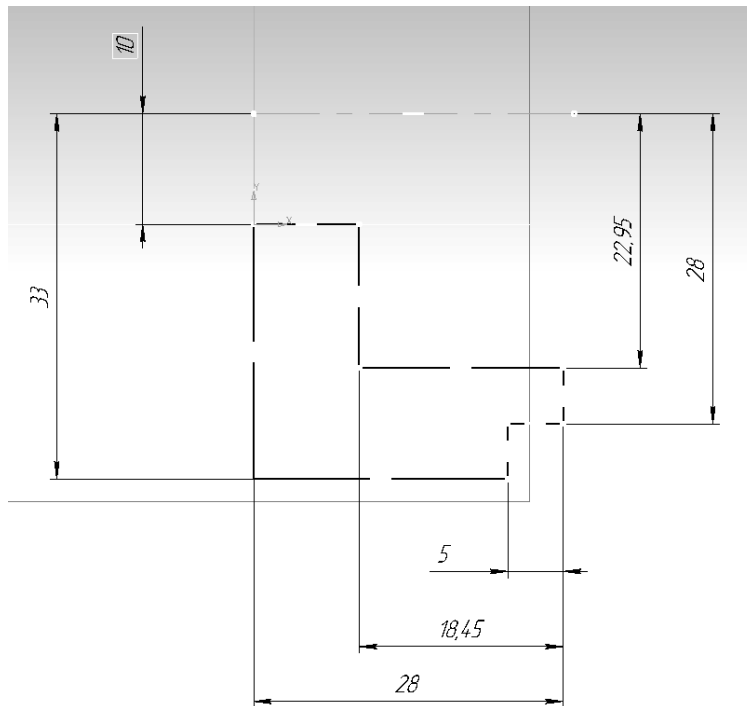

Рисунок 8.3
--- Создадим горизонтально расположенную ось, указав с помощью размера расстояние от нее до созданного контура (см. задание 5 и рис. 8.3). Выполним также простановку и других размеров контура, особо уделив внимание размеру, определяющему радиус цилиндрической поверхности, где будет создана резьба. Его следует задать по значению внутреннего диаметра метрической резьбы в соответствии с ГОСТ 24705-81 (размер 22,95 на рис. 8.3). Длина резьбового участка должна задаваться на эскизе без учета общей длины проточки под выход резьбы (размер 18,45 на рис. 8.3).